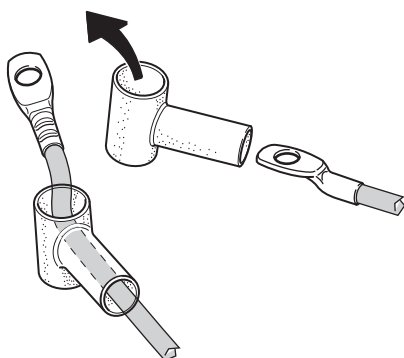

Fig. 49
- Infilare i collegamenti dei cavi in cappucci di protezione in gomma (Fig. 49).